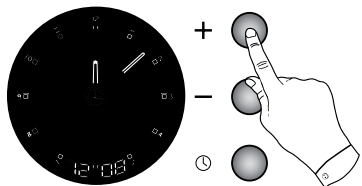

Fig. 2
- Bruk + og - knappene for å stille klokken (fig. 2).